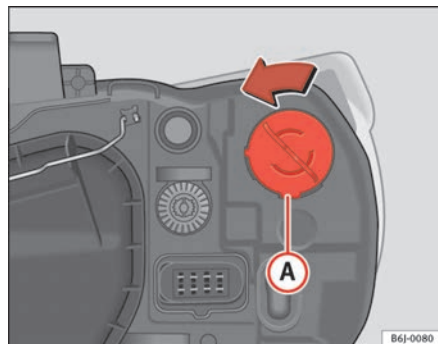

Fig. 151 Luz indicadora de mudança de direcção farol simples
- Rode o porta-lâmpadas ⇒ fig. 151 A para a esquerda e puxe.